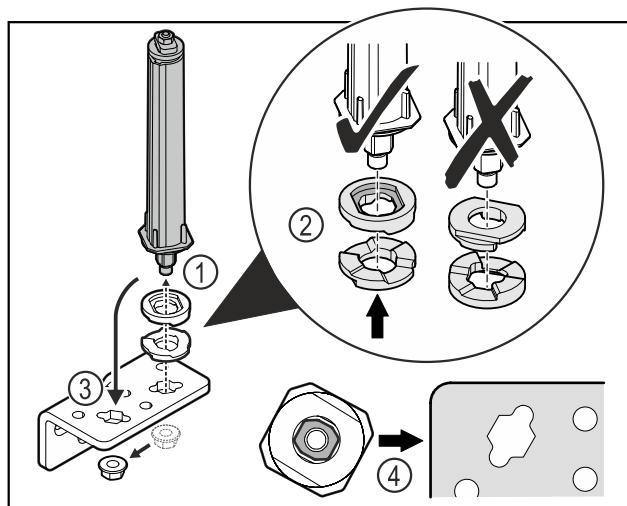

Fig. 38
- Afloje la tuerca y retire el sistema de cierre Fig. 38 (1).
- Asegúrese de la correcta alineación de los discos de ajuste de altura Fig. 38 (2).
- Vuelva a colocar el sistema de cierre de la puerta en el ángulo de las bisagras y fíjelo con la tuerca Fig. 38 (3).
- Al colocarlo, asegúrese de que esté correctamente alineado Fig. 38 (4).